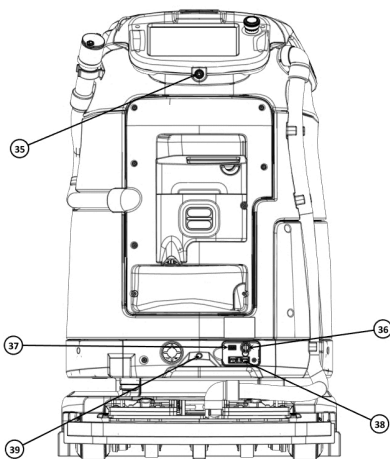

Figura 5
- 35. Buton de pornire/oprire (Figura 5)
- 36. Comutator cu cheie (Figura 5)
- 37. Port USB (doar pentru service) (Figura 5)
- 38. Port de încărcare manual (Figura 5)
- 39. Cameră RGB posterioară (Figura 5)